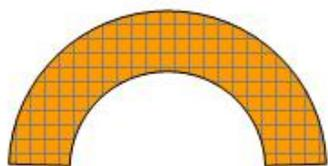

Figura 1
- Un arco en mampostería, la figura 1.